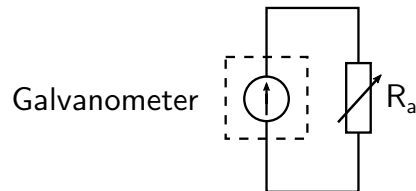

Abbildung 236.2: Schaltung zur Bestimmung des Grenzwiderstands.
**Aufgabe 236.b:** Mit Hilfe der in Abb. 236.2 dargestellten Schaltung lässt sich der Grenzwiderstand  $R_{Gr}$  ermitteln.